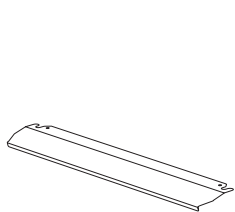

Figure 10
1. Un panneau de sécurité est conçu pour protéger le panneau de commande et les boutons lorsque le four est en mode grill. (figure 10)